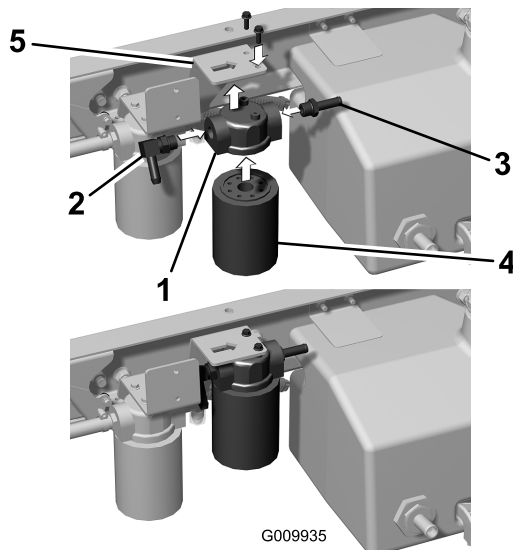

Figure 11
1. Montez un raccord à 90° cannelé sur le raccord d'entrée de la tête de filtre (Figure 11).
2. Montez un raccord droit cannelé sur le raccord de sortie de la tête de filtre (Figure 11).
3. Fixez la tête de filtre sur le support de cadre à l'aide de 2 vis à embase (1/4" x 3/4"), comme montré à la (Figure 11).